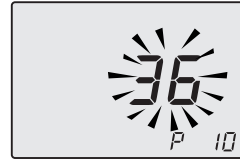

Figura 5.65
- Scorrere i vari parametri utilizzando i tasti 18 o 19 fino a far apparire sul display LCD le lettere **P10** e il valore del parametro, indicanti l'entrata nel "parametro 13" (Figura 5.65).